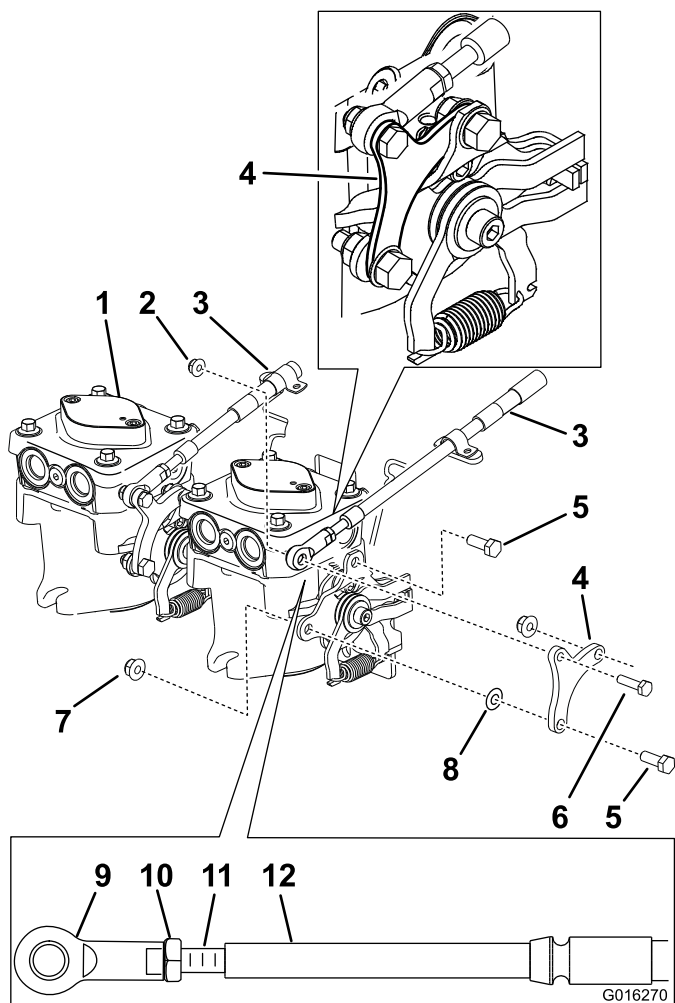

Figura 13
6. Retire los brazos de bomba existentes de cada una de las bombas (Figura 13). Guarde todos los herrajes.
9. Instale un brazo de bomba nuevo en cada bomba con los 2 pernos (5/16 x 7/8 pulgadas) existentes y las 2 tuercas con arandela prensada (5/16 pulgada) existentes (Figura 13).
10. Conecte el extremo inferior del cable al brazo de bomba nuevo con un perno (1/4 x 1 pulgada) y una tuerca con arandela prensada (1/4 pulgada). Repita en el otro lado (Figura 13).